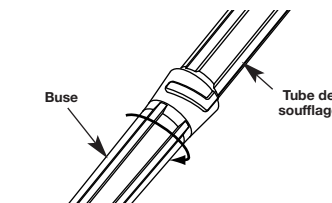

Fig. 4
3. Faites tourner la buse dans le sens des aiguilles d'une montre par dessus le tube de soufflage jusqu'à ce qu'elle soit bien serrée (Fig. 4).